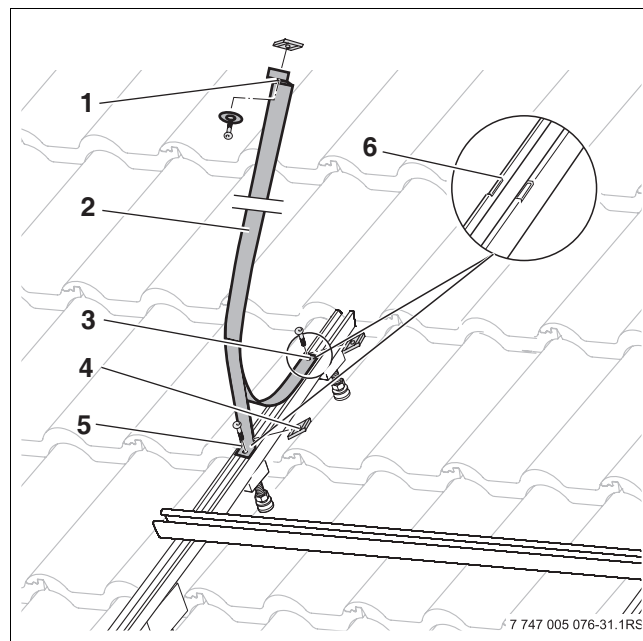

Fig. 52 Fixer l'attache du ballon
- Insérer la vis dans le bout avant de l'attache du ballon (fig. 52, [3]) et visser le coulisseau [4] sans serrer jusqu'à sentir une légère résistance.
- Insérer la vis dans l'équerre de support-attache du ballon (fig. 52, [5]) et visser le coulisseau sans serrer jusqu'à sentir une légère résistance.
- Poser le bout avant de l'attache du ballon (fig. 52, [3]) dans l'encoche [6] et serrer la vis.
- Poser l'équerre de support-attache du ballon (fig. 52, [5]) dans la deuxième encoche et serrer la vis.
- Insérer la vis, la rondelle plate et le coulisseau dans le bout arrière de l'attache du ballon (fig. 52, [1]). Ne pas encore visser ce bout !